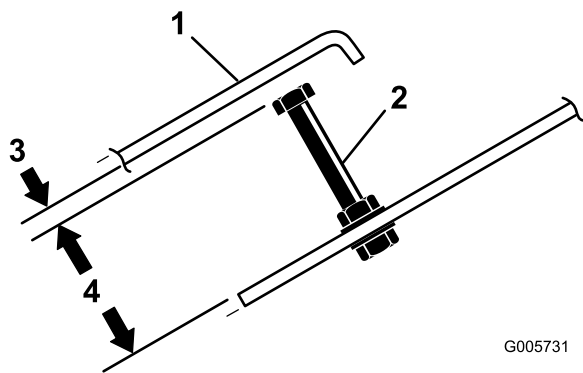

Figure 68
2. Desserrez les contre-écrous et réglez la vis de butée de la pédale de déplacement (Figure 68) afin d'obtenir une longueur de 8 cm.